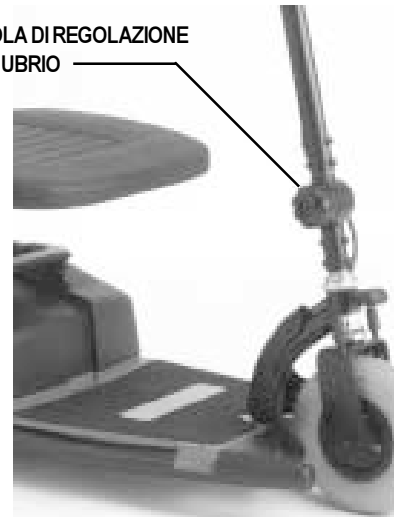

Figura 9. Regolazione manubrio
1. Ruotare in senso antiorario la manopola di regolazione del manubrio per allentarlo. Vedere figura 9.